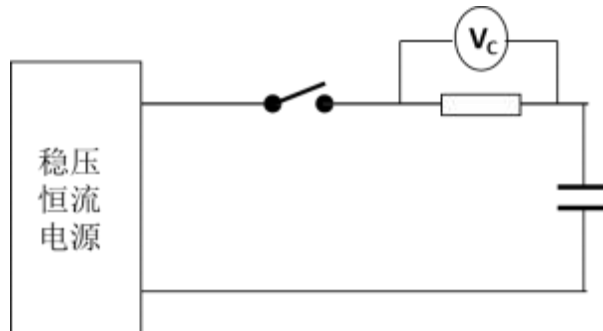

图4 漏电流测试电路图
- 用电压表记录 72h 后保护电阻两端的电压 U_s , 如图 4 所示;